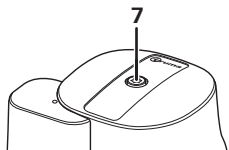
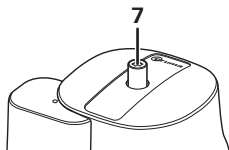

Figure 2a
Figure 2b
Le capteur de choc dispose d'un bouton de réinitialisation dont la position informe sur son statut : position « opérationnel » (figure 2a) ou position « non opérationnel » (figure 2b).
Pour la réinitialisation, presser fortement le bouton de réinitialisation jaune (7), le tourner légèrement dans le sens des aiguilles d'une montre et le maintenir enfoncé pendant 10 secondes et s'assurer qu'il reste en position « opérationnel » (figure 2a).
- Pousser à fond l'élément de déclenchement du capteur de choc (9) jusqu'à ce que le bouton de réinitialisation jaune (7) sorte, de manière à ce que le capteur de choc soit en position « non opérationnel » (figure 2b).
- Dévisser le capuchon à vis (10) du raccord de contrôle et raccorder la pompe de contrôle au raccord de contrôle avec le tuyau de contrôle.
- Presser le bouton de réinitialisation jaune (7), le tourner légèrement dans le sens des aiguilles d'une montre pendant 10 secondes et s'assurer qu'il reste en position « opérationnel » (voir figure 2a).
- Impérativement reposer le capuchon à vis (10) après chaque enlèvement.